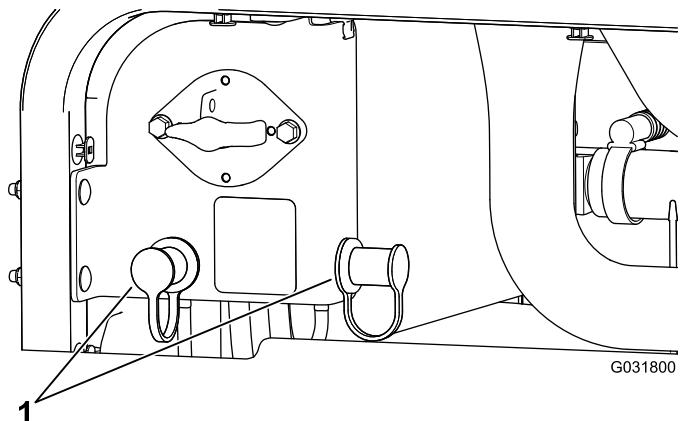

Figura 97
3. Togliete i coperchi dai poli di avviamento (Figura 97).